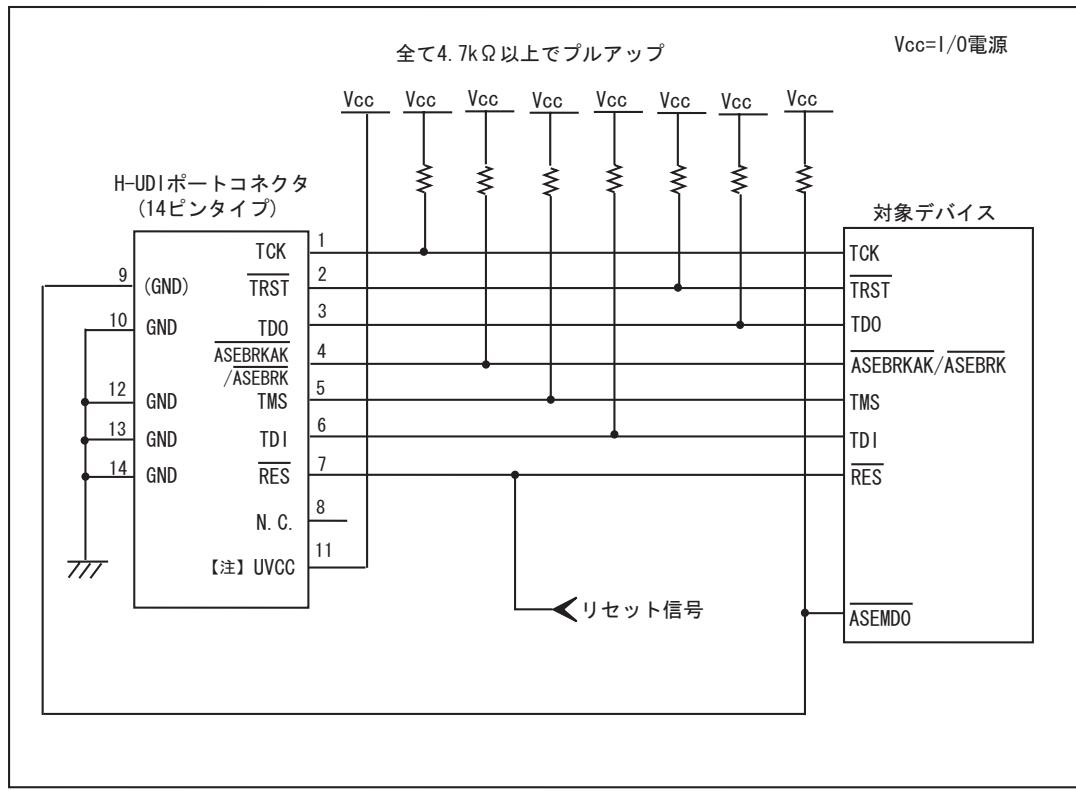

図 1.4 E10A-USB 使用時の H-UDI ポートコネクタ - チップ間の推奨接続例(14 ピンタイプ)
E10A-USB エミュレータ使用時の H-UDI ポートコネクタ(14 ピンタイプ)とチップ間の推奨接続例を図 1.4 に示します。
- 図 1.4 は、E10A-USB 接続時 "0"(GND 接続)になるように、E10A-USB のユーザインタフェースケーブルを接続した時、GND となる回路例です。
6. 図 1.4 に記載されている抵抗値は、参考値です。
- 図 1.4 の回路を組んだ場合の E10A-USB エミュレータのスイッチ設定 : SW2=1, SW3=1